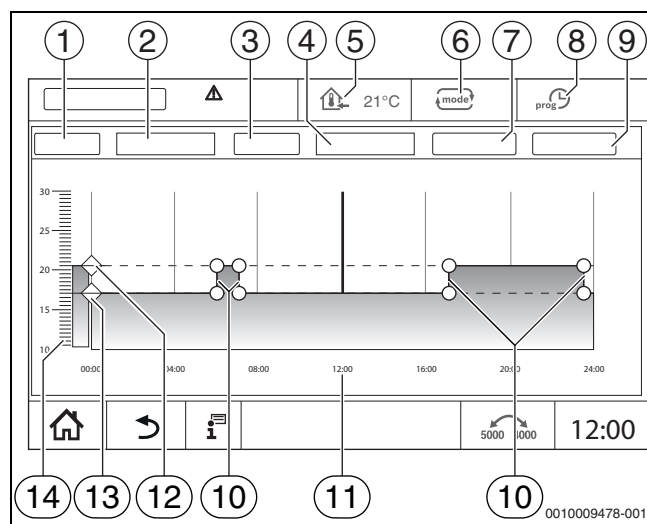

Fig. 24 Programação de horário
- Clicar no símbolo e selecionar da lista de seleção o dia da semana (→ fig. 24, [2], página 21) e o programa pretendido (→ fig. 24, [4], página 21).